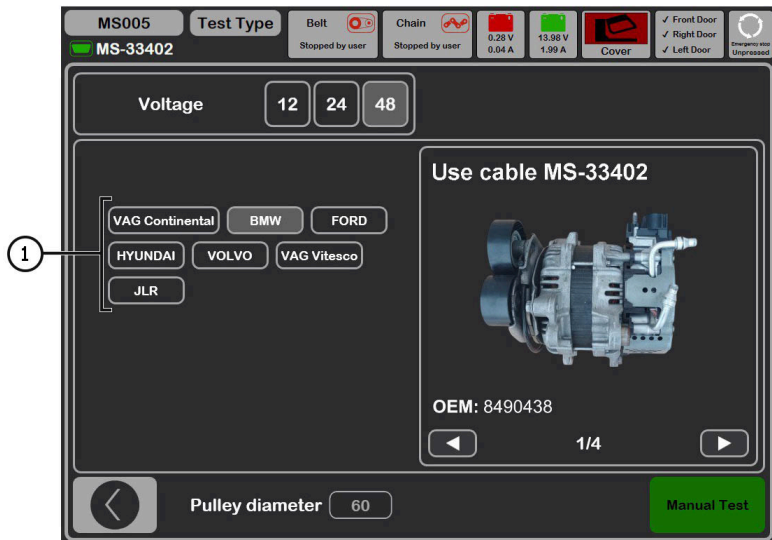

图 28. 48V 交流发电机选择菜单
4. 进入 “Alternator” 菜单。选择 48V 交流发电机检测模式以及与交流发电机相对应的车型或总成的 OEM 编号 (见图 28 中位置 1)。同时设置交流发电机皮带轮直径。